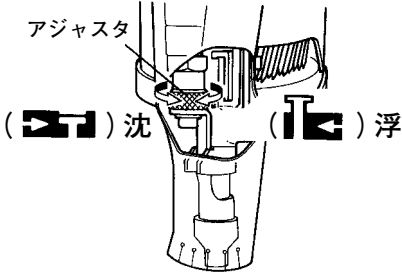

図 24
#### (1) アジャスタの調整 (図 24)
- 試し打ちし、釘が沈みすぎるときはアジャスタを浮く方(マーク ) に回します。釘の頭が浮くときはアジャスタを沈む方(マーク ) に回します(図 24, 25)。